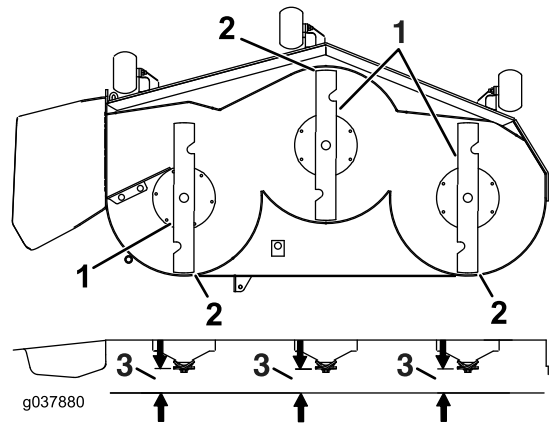

Figure 103
7. Vérifiez l'inclinaison avant/arrière des lames (Figure 103). Vérifiez que la pointe avant de la lame est plus basse que la pointe arrière, comme montré dans le tableau de hauteur de cales et d'inclinaison. Si un réglage est nécessaire, poursuivez cette procédure.